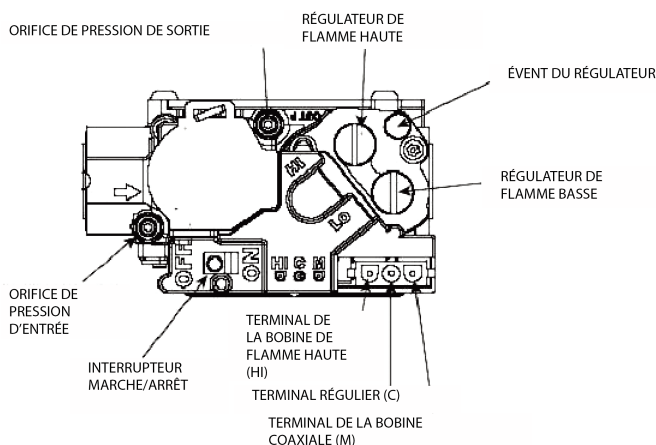

Figure 3
7. Tournez la soupape d'arrêt manuelle de la conduite de gaz de l'appareil en position « OFF » (arrêt). (Figure 3)